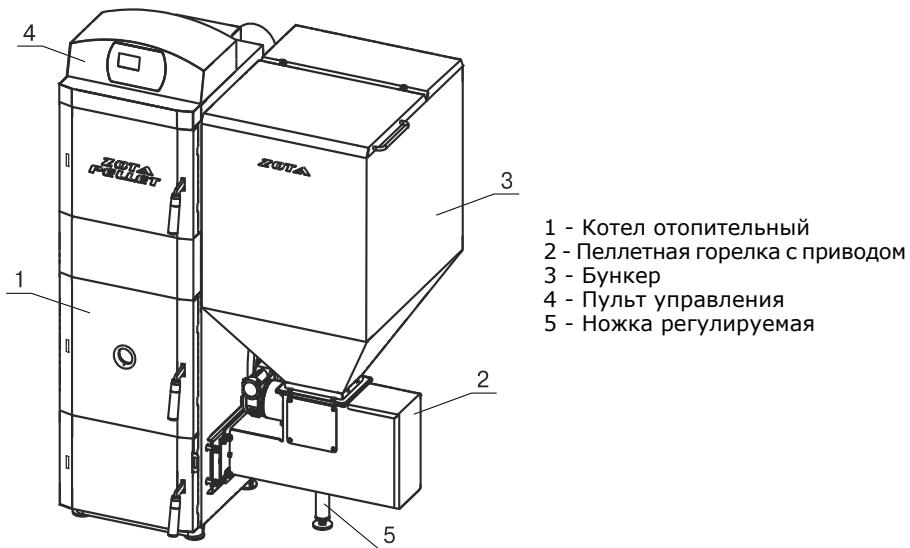

Рис.1. Котел пеллетный в сборе.
5.1. Пеллетный котел в сборе (Рис.1) состоит из котла отопительного (поз.1 Рис.1), пеллетной горелки с приводом (поз.2 Рис.1) с ножкой регулируемой (поз.5 Рис.1), бункера (поз.3 Рис.1) (с возможностью установки на него дополнительной секции для увеличения его объема) и пульта управления (поз.4 Рис.1).